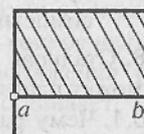

Рис. 2.26
2.137. При натяжении мыльной пленкой проволочной прямоугольной рамки (рис. 2.26) ее подвижная сторона ab осталась в равновесии. Определите, из какой проволоки изготовлена рамка, если ее диаметр $1,1\text{ мм}$. Коэффициент поверхностного натяжения мыльного раствора принять равным $4 \cdot 10^{-2}\text{ Н/м}$.